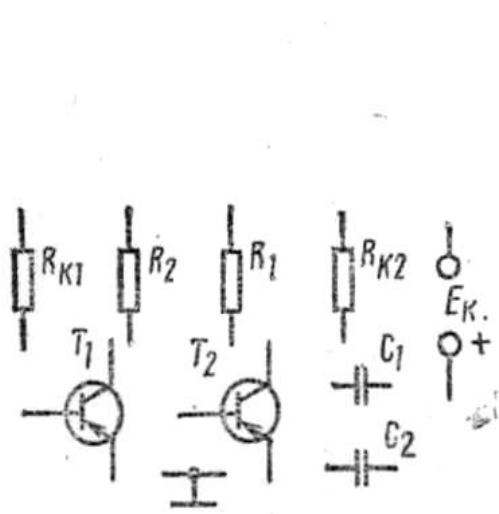

Рис. 112
**Задача 2 (варианты 31—40).** Составить схему симметричного полупроводникового мультивибратора из элементов, указанных на рис. 112. Объяснить назначение элементов схемы и ответить на вопрос своего варианта из табл. 66.